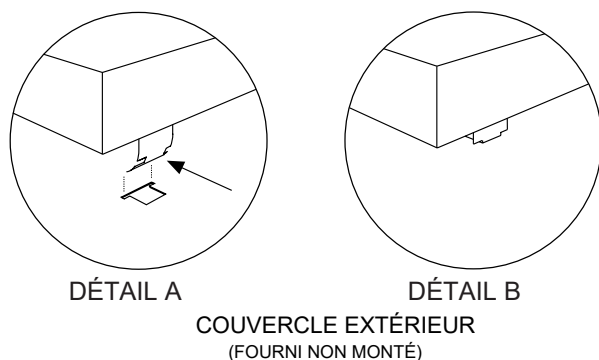

Figure 4. Installation couvercle extérieur
1. Insérez les onglets dans les fentes correspondantes (4 endroits). Voir **Figure 4**, détail A.
2. Insérez les onglets de manière à ce qu'ils ne ressortent pas. Voir **Figure 4**, détail B.